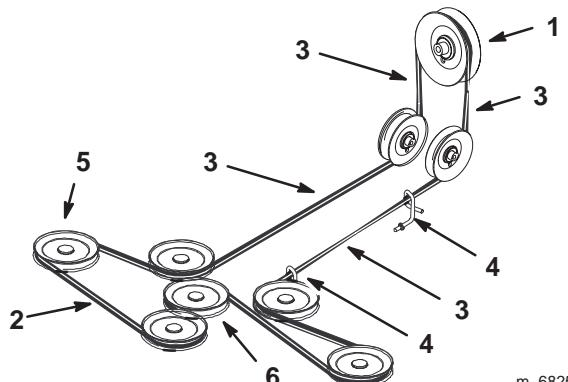

Figure 67
5. Installez la courroie neuve autour des poulies d'axe et de la poulie de tension du plateau de coupe, dans les guides de courroie, dans l'ensemble bras de tension arrière et l'embrayage (Fig. 67).
Important Vérifiez le vrillage de la courroie entre les poulies. Il doit être conforme aux spécifications de la Figure 67.
Important Vérifiez le vrillement de la courroie entre les poulies. Il doit être conforme aux spécifications de la Figure 67.